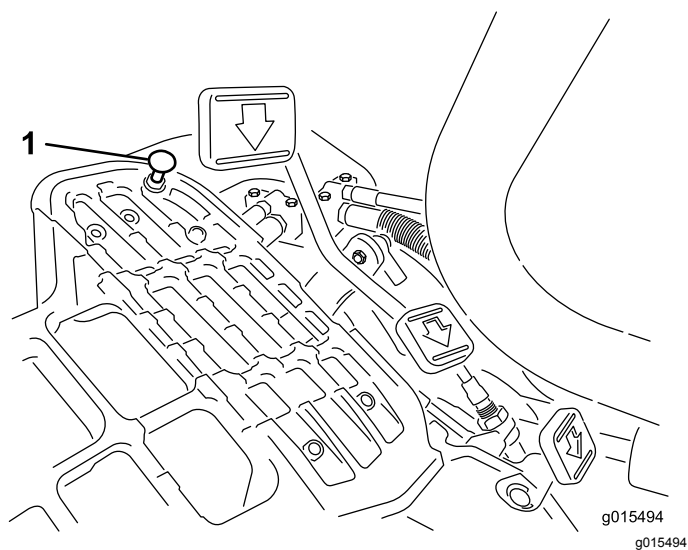

Figure 54
Enfoncez la pédale de déplacement. Si la pédale touche la butée (Figure 54) avant que la tension soit ressentie sur le câble, un réglage est requis.
1. Desserrez les contre-écrous à embase qui fixent la butée de pédale au plancher (Figure 54).